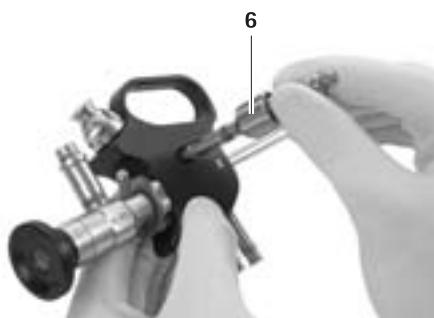

Fig. 5
- Ficher l'adaptateur pour bras de maintien 6 du côté voulu (droite/gauche) dans le perçage jusqu'à ce que la bride s'engage dans la rainure prévue à cet effet, voir Fig. 5.